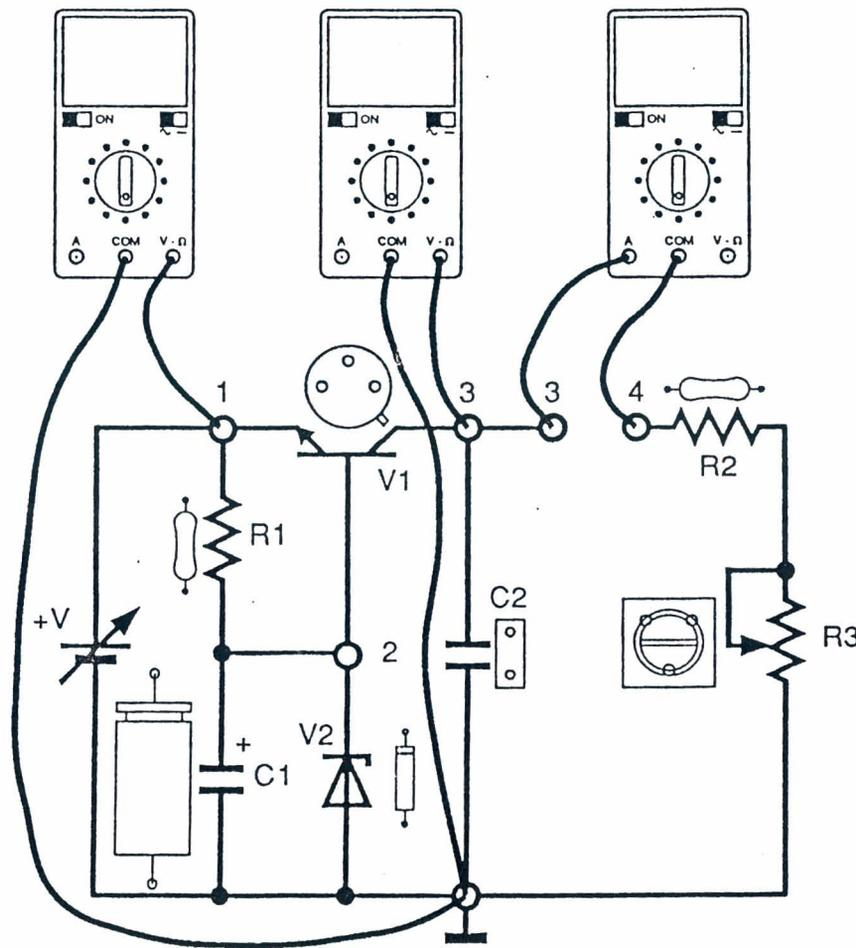

Fig. 10.2
6. Conectar los multímetros como se muestra en la Fig. 10.2;
9. Insertar el terminal positivo del miliamperímetro digital, ajustado para corriente continua, en el jack 3 y el otro en el jack 4 (Fig. 10.2);